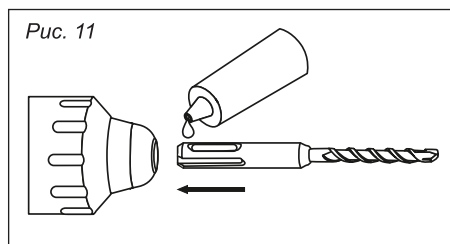

Рис. 11
3. Регулярно производите смазку наконечника сменного инструмента (рис. 11).